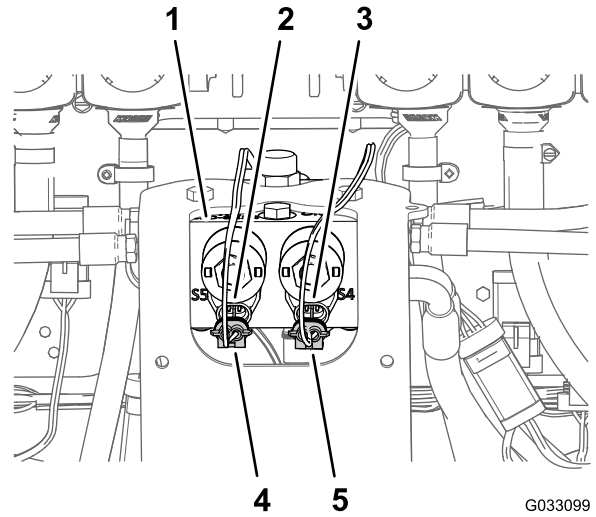

Figura 176
1. Conecte el conector de 2 pines del arnés de cables del brazo sónico al conector de 2 pines del solenoide de activación del cilindro derecho del distribuidor del cilindro de elevación (Figura 176).
2. Conecte el conector de 2 pines del arnés de cables del brazo sónico al conector de 2 pines del solenoide de activación del cilindro izquierdo del distribuidor del cilindro de elevación (Figura 176).